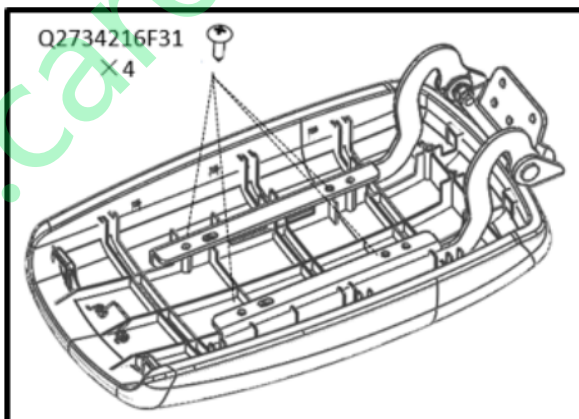

图 1.6.21 副仪表板扶手总成的分拆 5
- (7) 用十字螺丝刀将固定副仪表板扶手铰链左、右侧支架和副仪表板扶手外板的四个螺钉(Q2734216F31十字大半圆头自攻螺钉)依次松开，即可取下副仪表板铰链组件。如图 1.6.21。